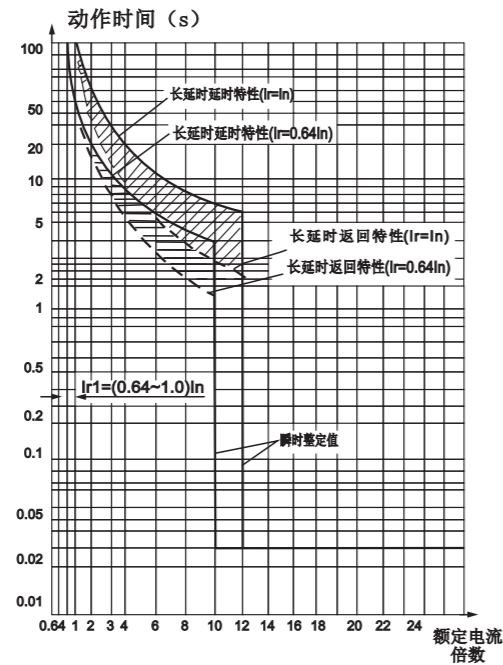

图2 热—电磁式保护特性图
3. 操作机构储能不到位 (见附图2虚线位置) a 机构中各转轴不灵活, 摩擦大 b 杠杆顶端有毛刺, 与半轴之间的摩擦力过大。	调节底板和面板轴孔的同轴度, 使轴转动灵活。磨去毛刺, 加润滑油。
4. 杠杆与半轴啮合量小 a 欠压脱扣器拉杆调节过高使用半轴上的螺栓上移。 b 分励脱扣器铁芯被卡死, 不能复位。 c 脱扣轴上推杆调节过高。	重新调节, 使杠杆与半轴啮合量 ≥ 1.2, 见附图2 调节铁芯, 使动作灵活。 适量调节推杆高度。
5.5.3 过电流脱扣保护器特性见图2.